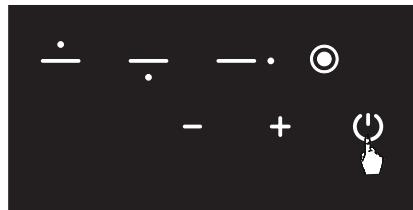

Рис. 11
1. Плита вимикається шляхом натискання кнопки  (Див. рис. 11).